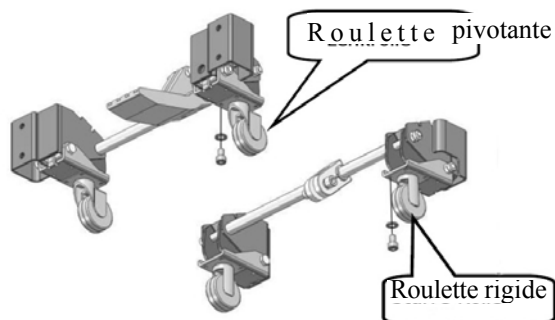

Fig. 8 : Montage des rouleaux de transport
Étape 3 : Fixez les deux roues pivotantes (Fig.8) au support de roulette avant à l'aide des vis à tête et des rondelles.
Étape 4 : Fixez les deux roulettes rigides (Fig.8) au support de roulette avant à l'aide des vis et des rondelles.